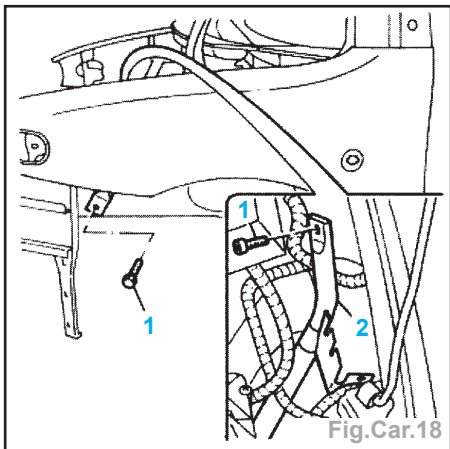

Fig.Car.18
- l'étrier de renfort du flanc AV (Fig.Car.18).